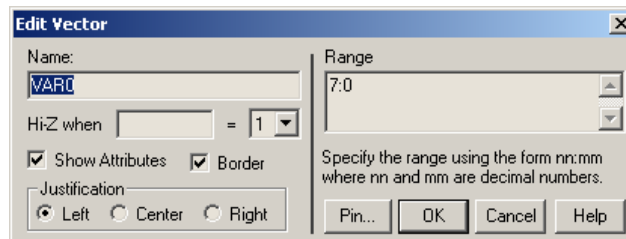

Figura 9.14. Fereastra de dialog *Edit Vector*.
3. Pentru modificarea numelui și dimensiunii vectorului, se execută un clic în interiorul dreptunghiului care încadrează simbolul vectorului care este selectat în mod automat după adăugarea acestuia, sau se execută un clic dublu deasupra simbolului acestuia. Se va deschide fereastra de dialog *Edit Vector* (Figura 9.14).